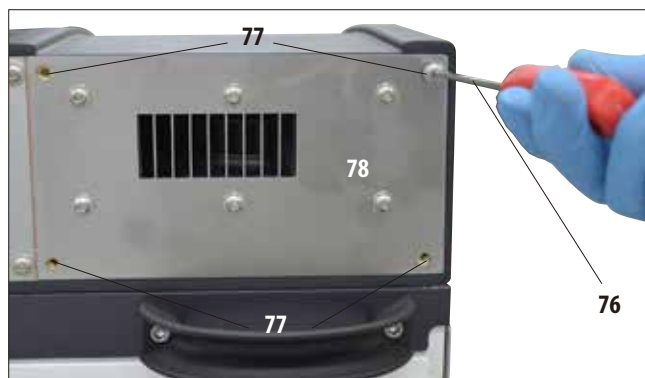

Fig. 22
- Allentare e rimuovere con una chiave maschio esagonale SW 3 (76) le quattro viti a esagono incassato (77) dal retro dello strumento (fig. 22).
- Applicare la flangia di scarico (75) sulla piastra del ventilatore (78 nella fig. 22) e fissarla con le stesse viti (77) e quindi serrarle con la chiave maschio esagonale SW 3 (76) in alternanza opposta con una coppia di torsione di 0,5 Nm (fig. 22, 23). Fare in modo che piastra del ventilatore e flangia si sovrappongano esattamente.
- Avvitare prima leggermente tutte le quattro viti (77) e quindi serrarle con la chiave maschio esagonale SW 3 (76) in alternanza opposta con una coppia di torsione di 0,5 Nm (fig. 22, 23). Fare in modo che piastra del ventilatore e flangia si sovrappongano esattamente.